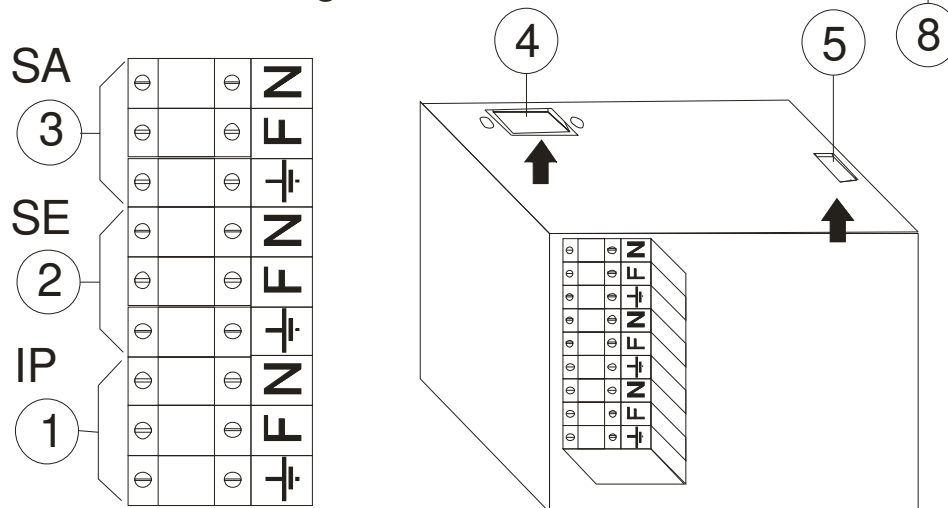

Fig. 3
- 1) morsetti linea ingresso - IP (pag. 7 ;fig. 3 ; 1)**
- 2) morsetti linea di uscita - SE (pag. 7 ;fig. 3 ; 2)**
- 3) morsetti linea di uscita – SA (pag. 7 ;fig. 3 ; 3)**
- 4) connettore RS232 (se utilizzato) (pag. 7 ; fig. 3 ; 4)**
5) **connettore EPO (se utilizzato) (pag. 7 ;fig. 3 ; 5)**